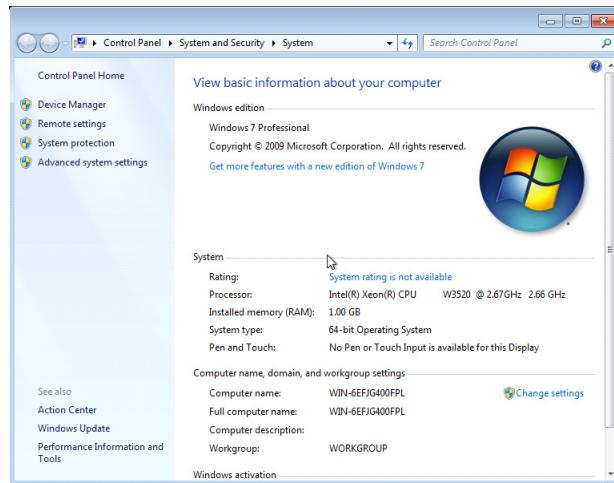

Рис. 7-34 Имя ПК в диалоговом окне Свойства системы (Windows 7)
- b) В меню **Start** щелкните правой кнопкой мыши **Computer** и затем выберите **Properties** (Свойства). Откроется диалоговое окно **System** (Система). Имя удаленного компьютера отображается в поле **Computer Name** [Имя компьютера] (WIN-6EFJG400FPL в примере ниже, на Рис. 7-34 на стр. 234).